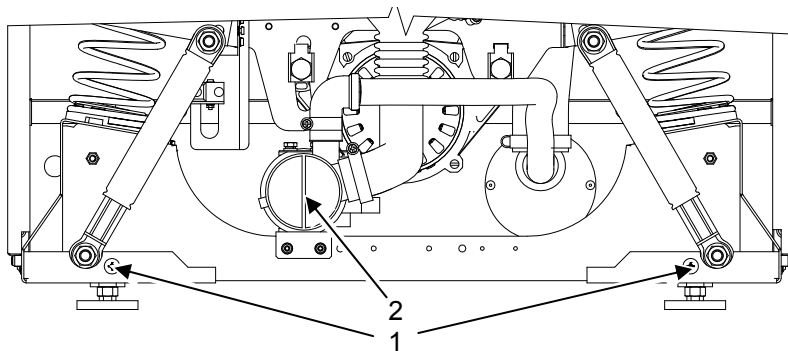

Fig. 23
- Ved maskine med en afløbspumpe vær sikker at pumpen har et normalt gennemløb under tømning. Afløbspumpen skal renses kun hvis den blev forstoppet med fremmede genstande (knapper, klip osv.) Før pumpens rensning skal maskinen tømmes for alt vandet. Afbryd først tilførslen af elektrisk energi ved at koble det fra stikkontakten. Afmonter frontkabinets panel ved hjælp af to skruer, fig. 23, pos.1. Drej pumpens låg, pos.2, sådan at vandet løber fra pumpen. Fang vandet. Skru derefter pumpens låg totalt fra og fjern fremmede genstande. Efter rensning skru pumpens låg tilbage, pos.2 og monter frontkabinets panel tilbage.